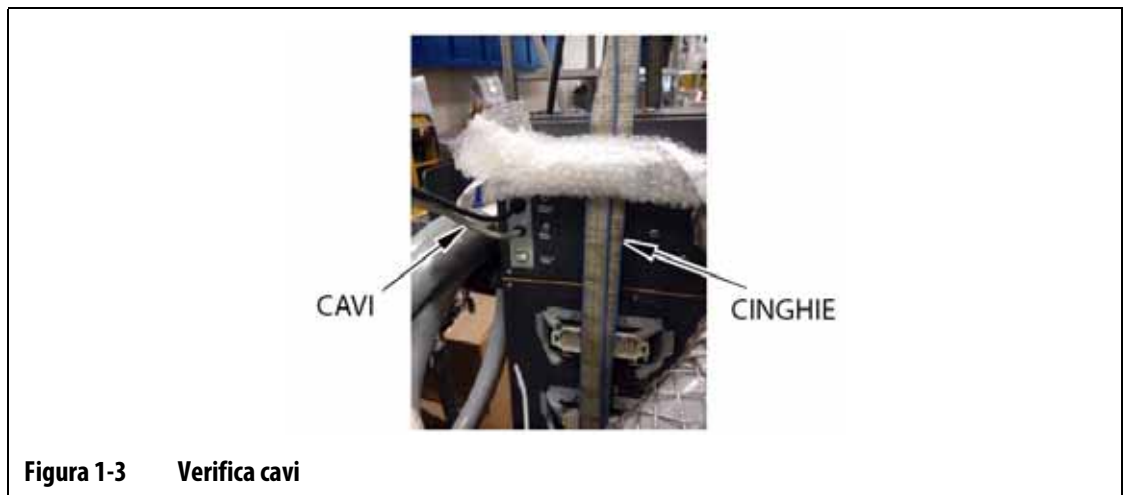

Figura 1-1 Collegare le cinghie al dispositivo di sollevamento
2. Portare le cinghie verso l'alto sopra la centralina Altanium e fissarle al dispositivo di sollevamento. Consultare Figura 1-1.